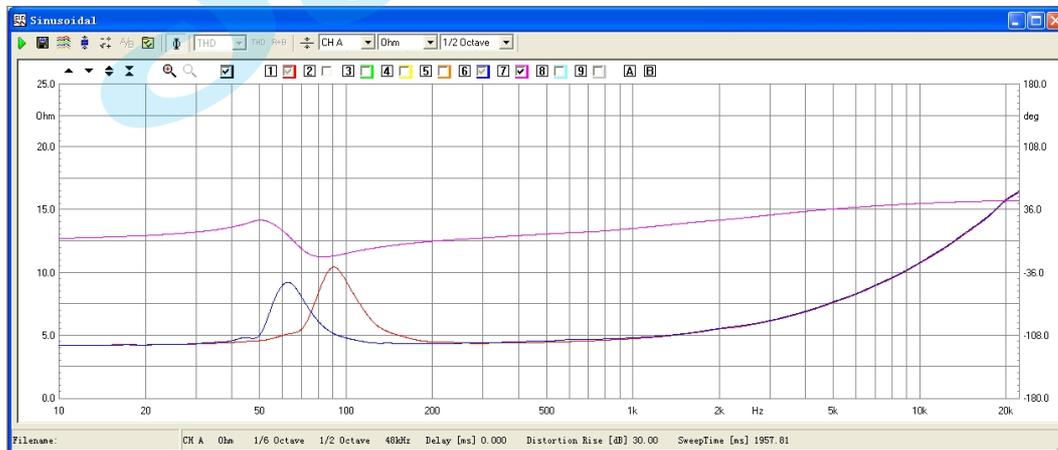

图11-19
11.4.9 图11-19 即为没加重与加重阻抗曲线与相位曲线的重叠。